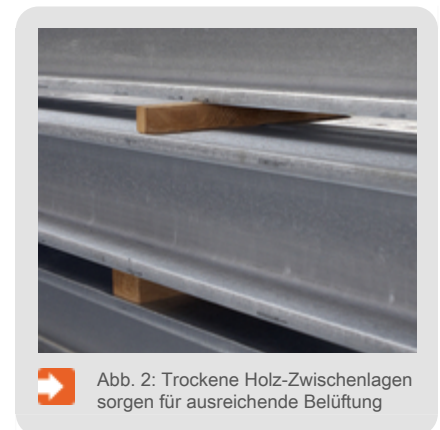

Abb. 2: Trockene Holz-Zwischenlagen sorgen für ausreichende Belüftung
- » Vollflächige Berührung vermeiden (ggf. Holzzwischenlagen benutzen, Abb. 2).